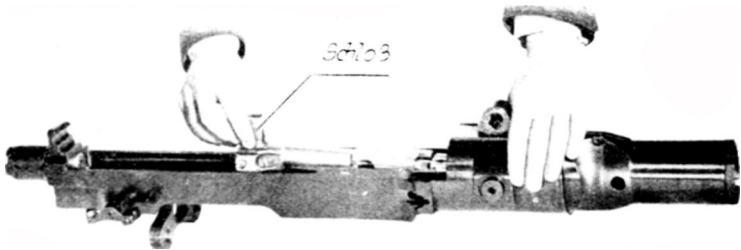

Abb. 57: Herausnehmen des Schlosses
5. Herausnehmen des Schlosses (Abb. 57)